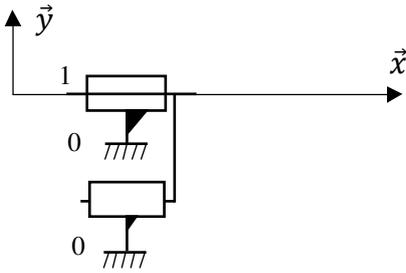

Figure 3 : Vérin {0 ; 1} en liaison complète respectivement avec le bâti 0 et avec le coulisseau 1.
- 9) Déterminer le degré d'hyperstatisme h_3 du mécanisme de la Figure 3. En pratique, ce mécanisme est peu utilisé car son hyperstatisme est susceptible de générer des efforts trop grands dans les guidages du vérin.